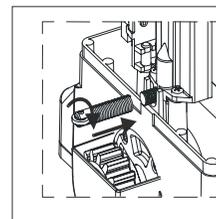
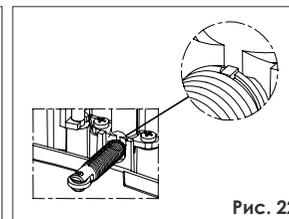

Рис. 21
Рис. 22
- Установите пружину, поворачивая ее по часовой стрелке (рис.21), пока она не застопорится (рис.22).